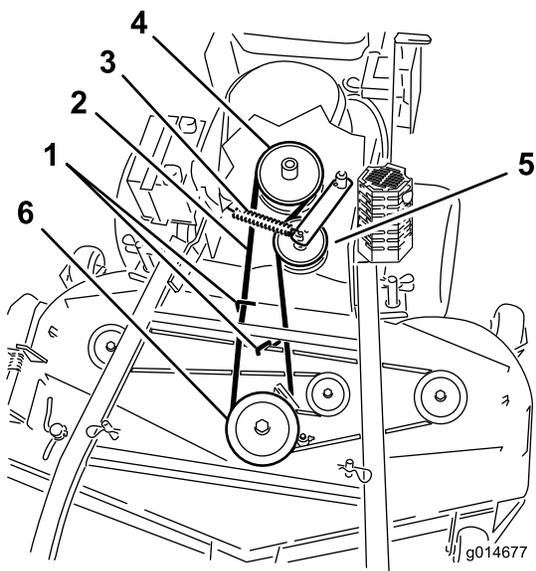
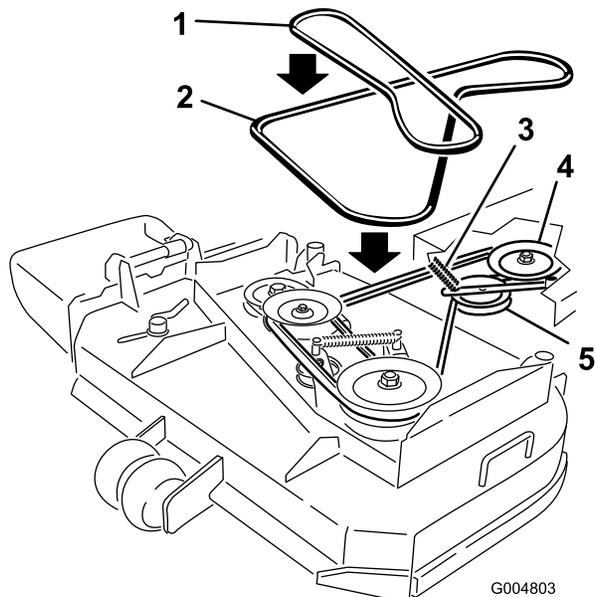

Figure 50
Figure 51
- Retirez la courroie de la poulie centrale sur le tablier de coupe (Figure 50). Reportez-vous à la Figure 51 pour enlever la courroie de la poulie gauche sur un tablier de coupe de 36 pouces. Procédez avec précaution lors du retrait de la courroie, car la tension est augmentée par la poulie de tension rappelée par ressort.
- Retirez la courroie de la poulie de moteur et la poulie de tension rappelée par ressort (Figure 50). Reportez-vous à la Figure 51 pour déposer la courroie des poulies sur le tablier de coupe de 36 pouces.
- Placez une courroie neuve sur la poulie de moteur et la poulie de tension rappelée par ressort (Figure 50).
- Installez la courroie sur la poulie centrale du tablier de coupe (Figure 50). Procédez avec précaution lors de la repose de la courroie, car la tension est augmentée par la poulie de tension rappelée par ressort. Reportez-vous à la Figure 51 pour installer la courroie sur la poulie gauche sur un tablier de coupe de 36 pouces.
- Réglez l'écartement entre le guide et la courroie à 3 mm (1/8") pour les tabliers de coupe de 40, 48 et 52 pouces (Figure 50).